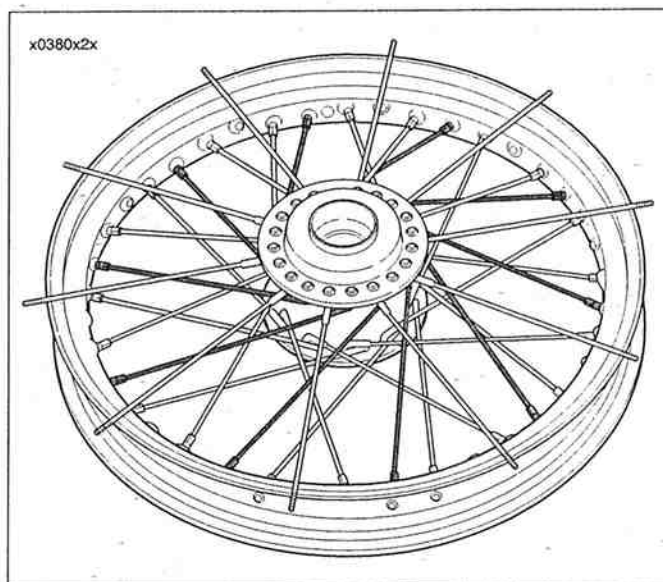

Figura 2-40. Rayos completos – interior del reborde superior
- b. Vea la Figura 2-40. Una vez que haya terminado de instalar los rayos interiores (cabeza larga) de la brida superior, compruebe que haya un agujero vacío después de cada tercer rayo.